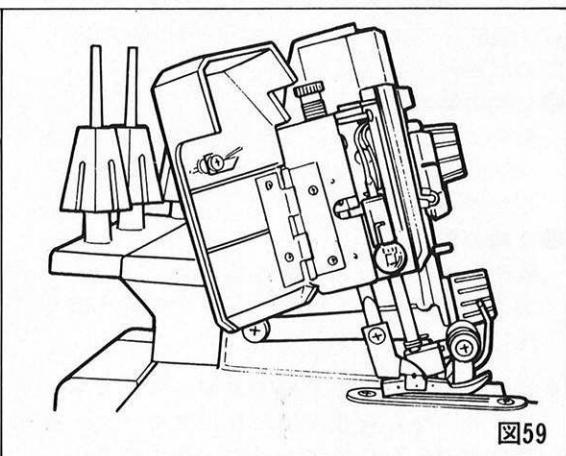

図59
- 古い電球を外し、新しい電球を取り付ける。(図59、60)